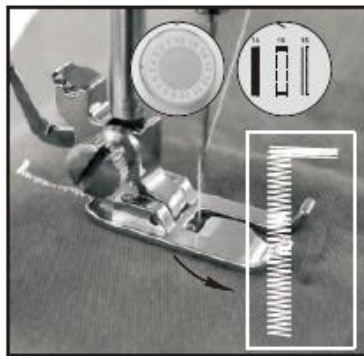

Bild 16
- 3) Välj stygn nummer 16, starta maskinen och sy till önskad längd. Stoppa maskinen igen. Se till att stygnen hamnar så rakt som möjligt (bild 16).